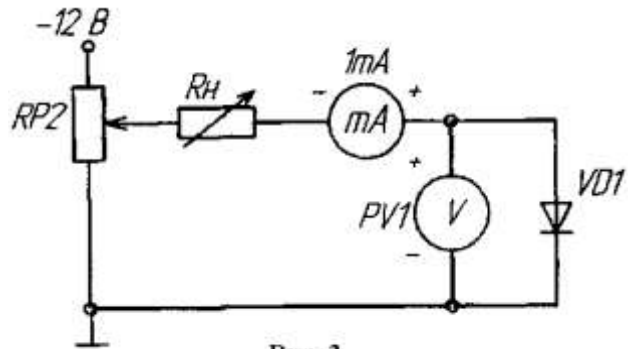

Рис. 3
3) Собрать схему для снятия обратной ветви ВАХ VD1, подключив к RP2 источник -12 В и заменив миллиамперметр, поменяв также его полярность подключения (рис. 3); снять обратную ветвь ВАХ диода; результаты измерений занести в таблицу 2, по которой построить обратную ветвь ВАХ